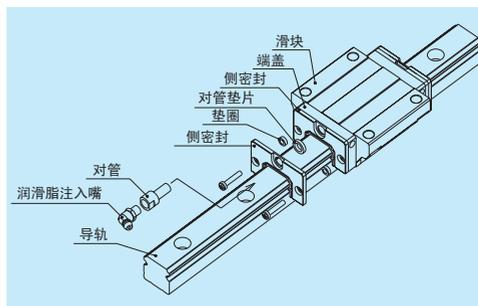

图 7.2 双密封
- 为便于在标准成品上加装双密封，准备了双密封组件套装。如图 7.2 所示，由侧密封和护板、安装用小螺钉组成。订货时的公称型号在各系列防尘项目中进行了标注，供参考。
- 安装双密封后在端盖上安装润滑脂注油嘴时需要图 7.2 所示的对管，因此请指定带有对管的组件。